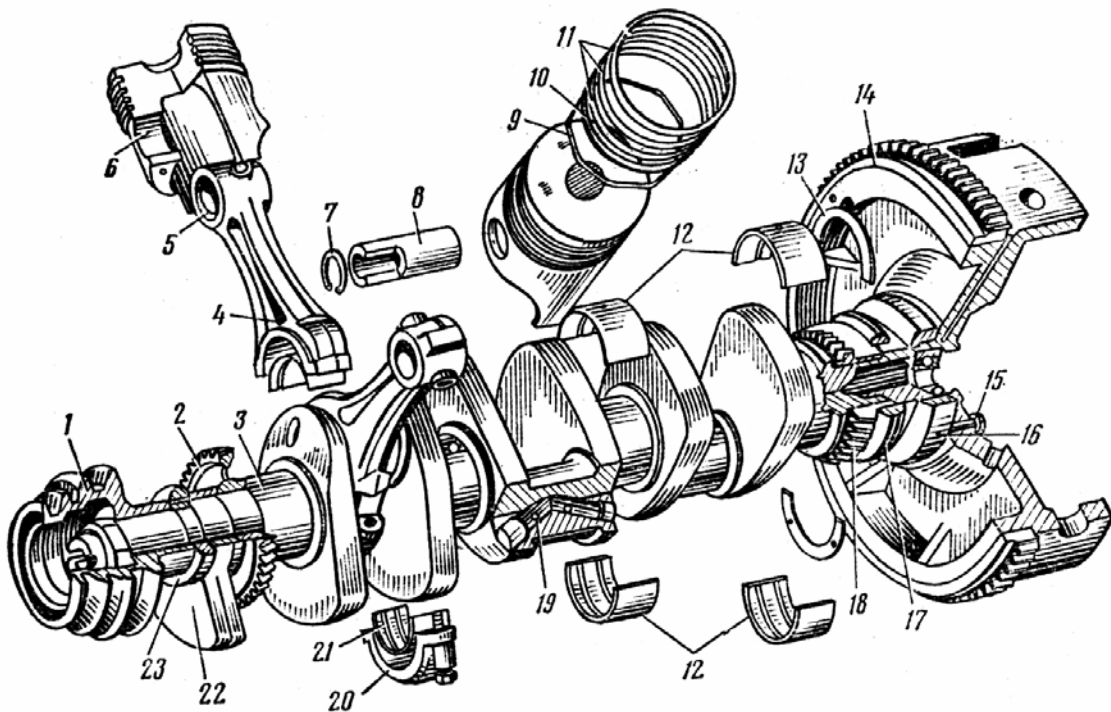

Рис. 1.4. Кривошипно-шатунный механизм двигателя СМД-62:
3. Рассмотрите устройство поршня 6 (рис. 1.4). Подумайте, зачем нужны вырезки в направляющей части поршня. Запомните: зазор между направляющей частью поршня и гильзой цилиндра в холодном двигателе 0,22...0,26 мм. Для обеспечения такого зазора поршни по диаметру юбки сортируют на две размерные группы, обозначаемые, соответственно, буквами Б и М на днище поршня. При сборке двигателя группа поршня должна соответствовать группе гильзы.